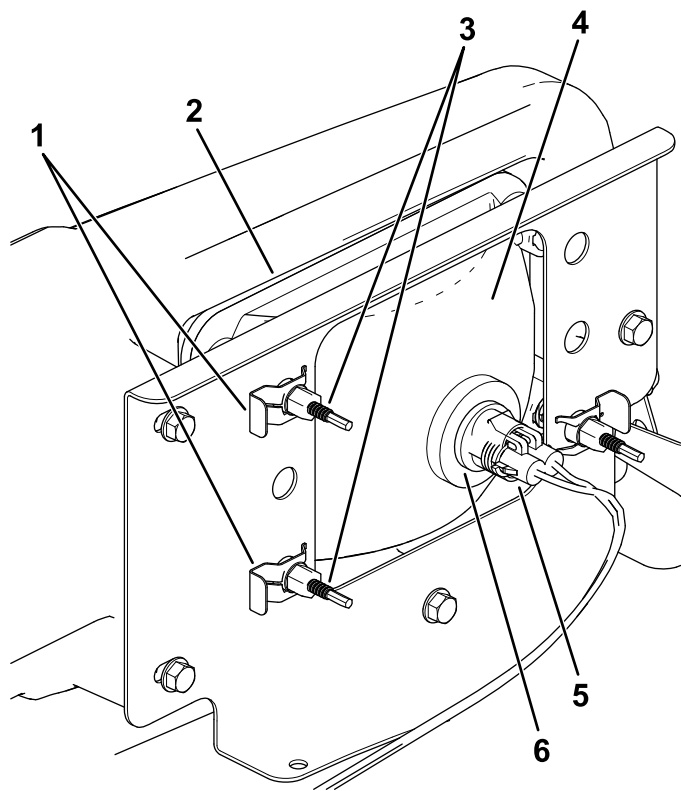

Figure 52
3. Débranchez le connecteur électrique sur le faisceau du connecteur du phare (Figure 52).
- Retirez les clips rapides qui fixent le phare sur son support (Figure 52).
- Déposez le phare en le poussant vers l'avant et hors de l'ouverture dans le pare-chocs avant (Figure 52).
- Insérez le phare de rechange dans l'ouverture du pare-chocs (Figure 52).
- Branchez le connecteur électrique du faisceau sur le connecteur du phare (Figure 52).
- Au dos du phare, tournez les vis de réglage (Figure 52) afin de faire pivoter le phare et d'aligner la position du faisceau projeté.